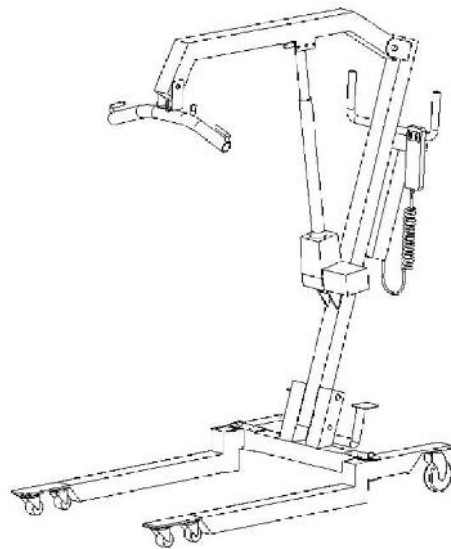

Figura 12. Grúa lista para usar.
7. Ahora la grúa se encuentra lista para su uso. (ver figura 12)